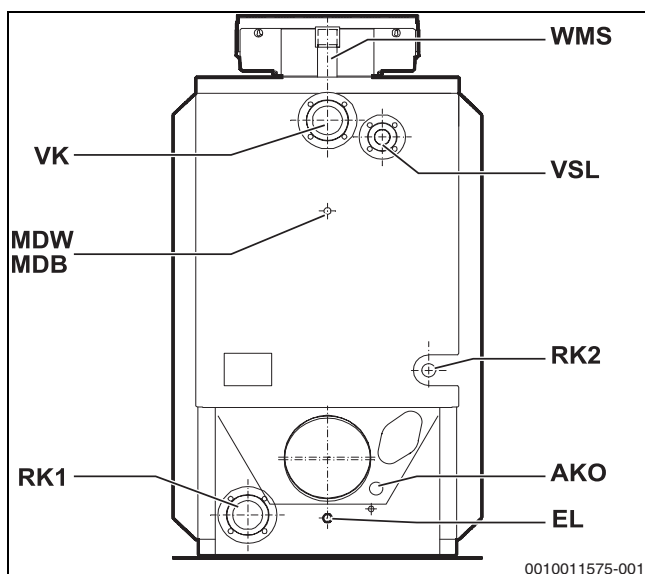

Fig. 12 Racorduri cazan
- ▶ Montați supapa de siguranță la racordul țevii de siguranță pentru tur [VSL] (→ fig. 12, pagina 19).